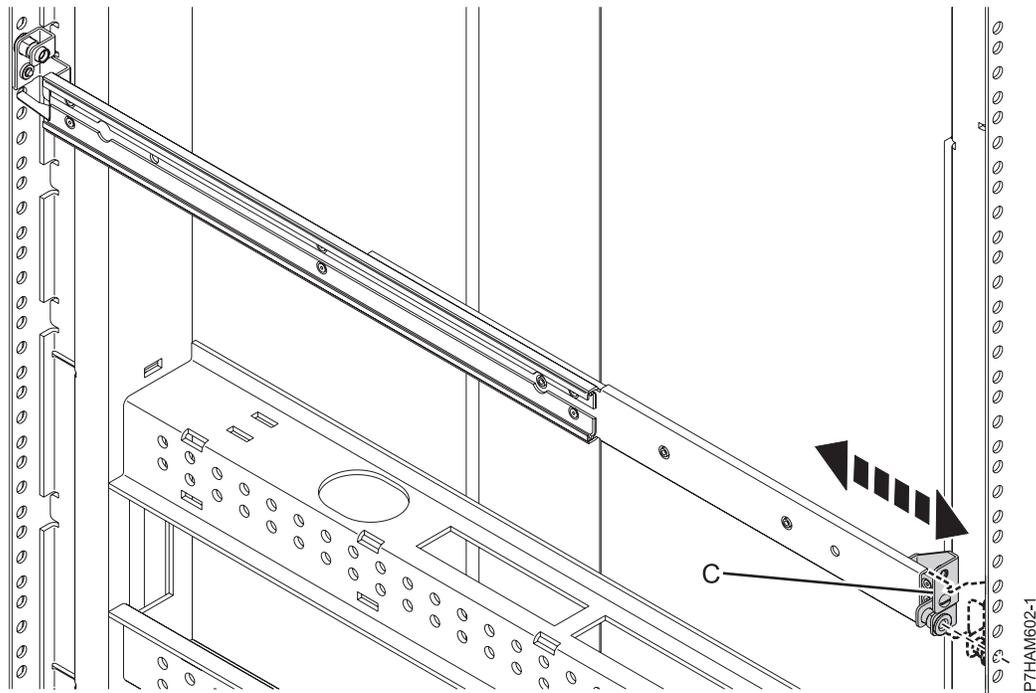

Figura 9. Expansión del riel hacia la parte posterior del bastidor
- d. En la parte posterior del bastidor, localice las dos marcas que ha realizado anteriormente en las tiras EIA. Comprima el riel (C) tal como se muestra en la Figura 9 y, a continuación, expanda el riel cuidadosamente hacia las marcas hasta que el extremo del riel llegue al reborde posterior del bastidor.